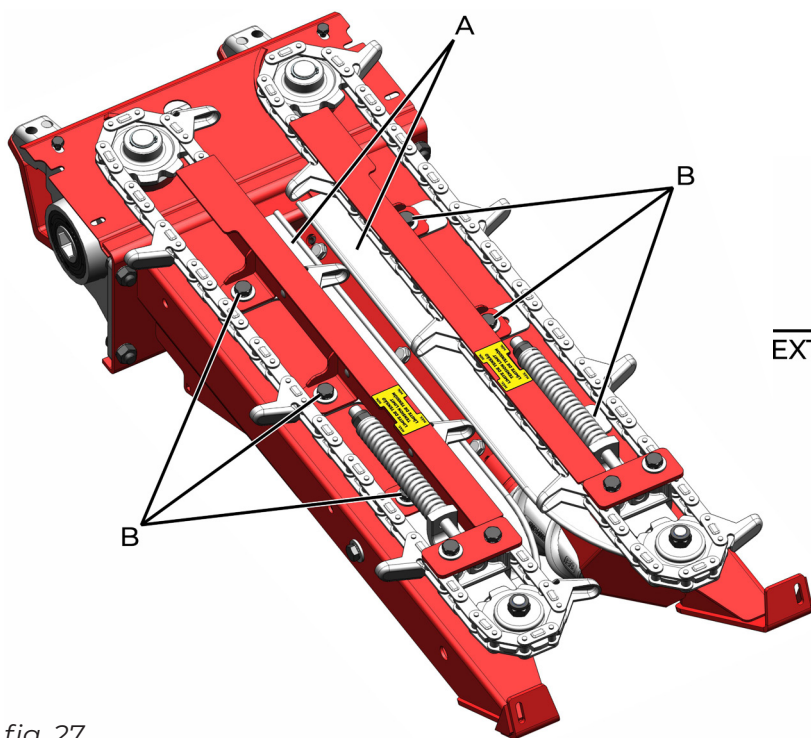

fig. 27
As chapas despiadoras (A) (fig. 27) saem montadas de fábrica espaçadas com **28 mm na extremidade inicial e 34 mm na extremidade final**, conforme figura 28. Este espaçamento é adequado a maior parte das condições encontradas no campo. Entretanto, se houver a necessidade de ajuste das chapas despiadoras (A), este sistema permite fazer tal ajuste. O mesmo é realizado de forma manual e individual por meio dos parafusos (B) (fig. 27), que devem ser soltos para fazer a regulagem da medida desejada e após ajustada a medida, devem ser reapertados novamente. Importante observar que, a medida na extremidade inicial seja sempre menor que na extremidade final, esta variação deve ser de aproximadamente 6 mm.